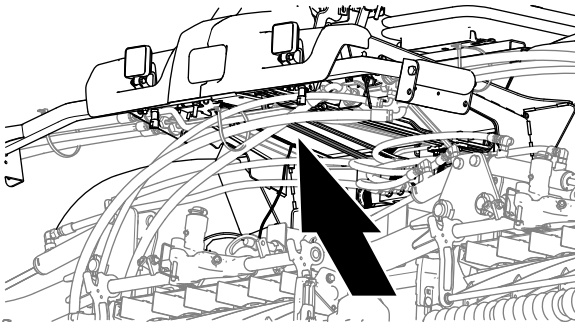
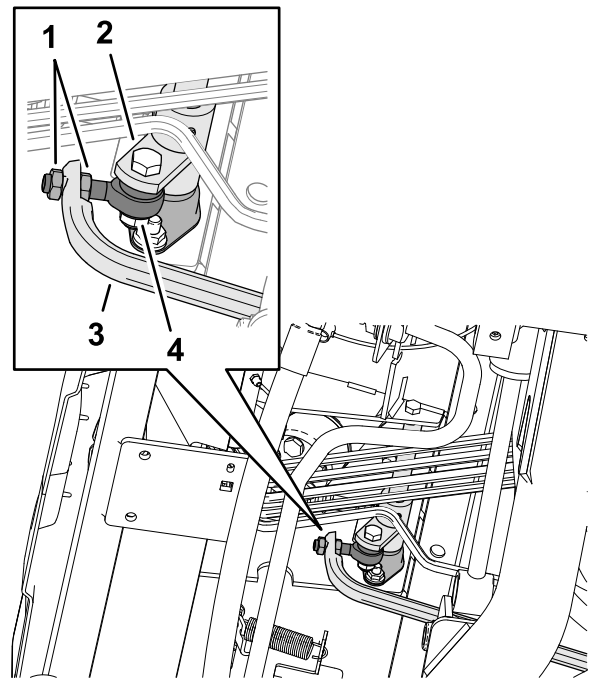

Bild 151
Bild 152
5. Stellen Sie die Klemmmuttern am Stangenende so ein, dass die Fahrtriebsstange nach vorne bewegt wird, um das Kriechen nach vorne zu verhindern, oder nach hinten, um das Kriechen nach hinten zu verhindern (Bild 151 und Bild 152).